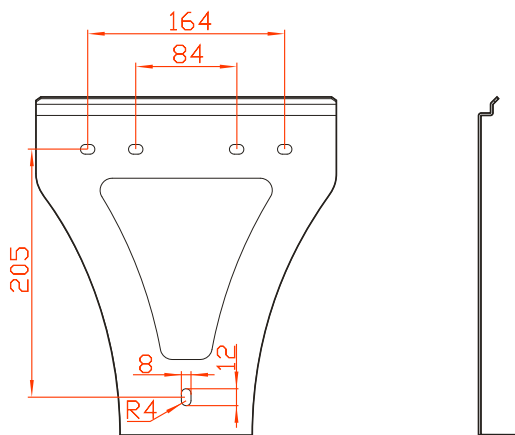
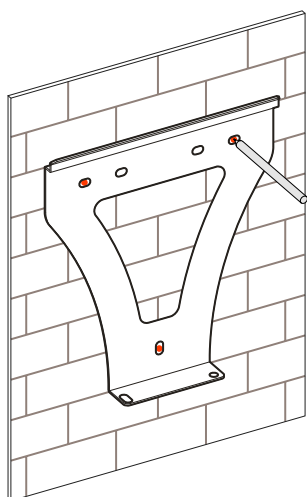

Figure3-7 Taille des espaces (unité: mm)
Figure3-8 Emplacements de forage
- Etape 2 Marquer la position des trous d'installation sur le mur en fonction des dimensions des trous de fixation du support d'installation (comme illustré à la Figure3-7) et percez 3 trous de  $\text{Ø}10,5\text{mm}$  sur le mur conformément à la position indiquée, comme indiqué à la Figure 3-8.